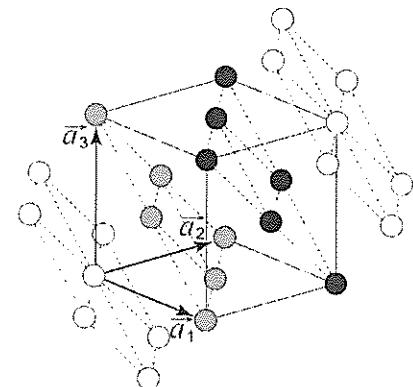

図3
- (1) 六方最密構造について、単位格子中に存在する2原子の分率座標と格子定数比 c/a の理想値を答えよ。なお、 a は六方格子底面の等価な2つの単位格子ベクトル（ベクトルのなす角：120°）の大きさ、 c は底面に垂直な単位格子ベクトルの大きさである。
- (2) 六方最密構造の構造因子を面指数 hkl および原子散乱因子 f を用いて表せ。また、構造因子から消滅則を導出し、これを簡潔に述べよ。
- (3) 立方最密構造（面心立方構造）は、最密面が[111]方向に積層した構造と捉えることができ、最密面とその法線方向に着目すると六方格子を用いて記述できる（図3）。六方格子の単位格子ベクトル \vec{a}_1' , \vec{a}_2' , \vec{a}_3' が立方格子の単位格子ベクトル \vec{a}_1 , \vec{a}_2 , \vec{a}_3 を用いて以下のように表されるとき、六方格子中に存在する3原子の分率座標と格子定数比 c'/a' を答えよ。なお、 $a' = |\vec{a}_1'| = |\vec{a}_2'| = |\vec{a}_3'|$ とする。